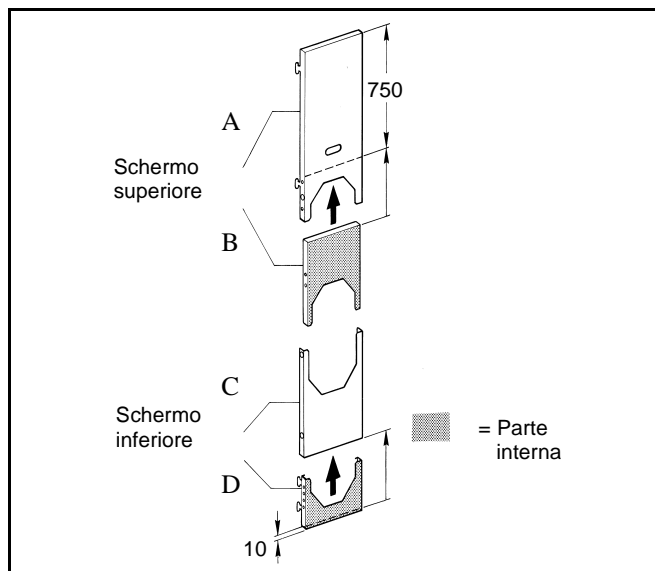

Fig. 29
- Predisporre le parti superiore ed inferiore dello schermo secondo la fig. 29 ed avvitarle con 2 viti autofilettanti ciascuna.
Inserire la parte A nella parte B, fino a che lo spigolo superiore della parte A non raggiunge una distanza di 750 mm dallo spigolo della parte B (fig. 29).
La parte C viene spinta nella parte D fino ad una sporgenza di c.a. 10 mm (fig. 29).